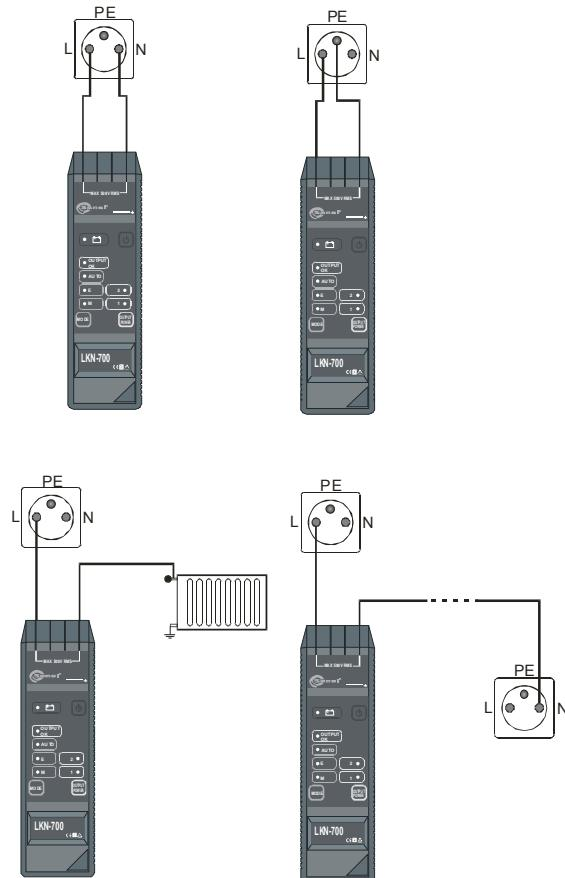

Рис.7 Поиск проводов – способы подключения генератора
Чтобы избежать эффекта компенсации поля при токе, текущем по двум жилам провода в противоположных направлениях, следует использовать заземление (РЕ-проводник или нейтральный), находящееся в удаленной розетке или подсоединенность к заземленной металлической трубе горячего водоснабжения или водопровода (Рис.7).
- Подключить второй разъем с фазным проводником к розетке, выключателю и т.п. (рис.7);